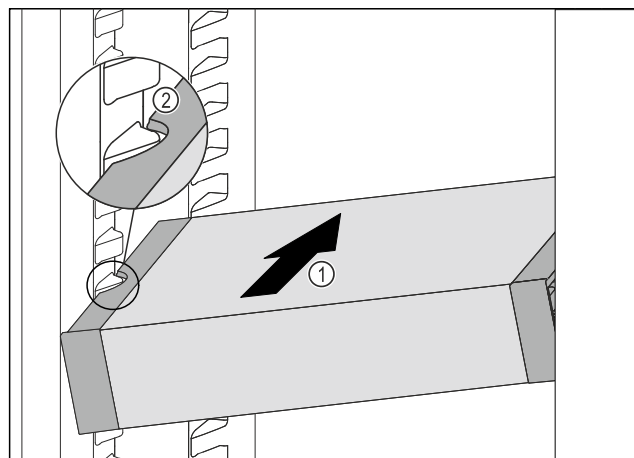

Fig. 119
- ▶ Вкарайте VarioSafe под ъгъл в хладилната част Fig. 119 (1), докато страничните прорези Fig. 119 (2) на VarioSafe се намират на височината на реброто на съда в хладилната част.